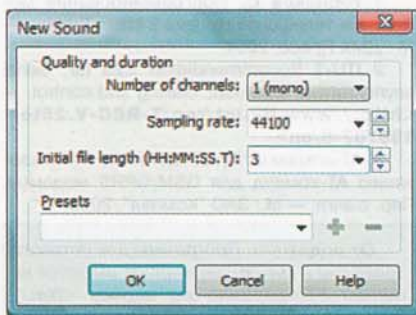

Рис. 2
1. Запускаем программу и выбираем, как показано на рис. 2, параметры сигнала качества CD Audio в *Menu/New/Sound/Mono*, частоту дискретизации — 44100 Гц, длительность — 3 с.